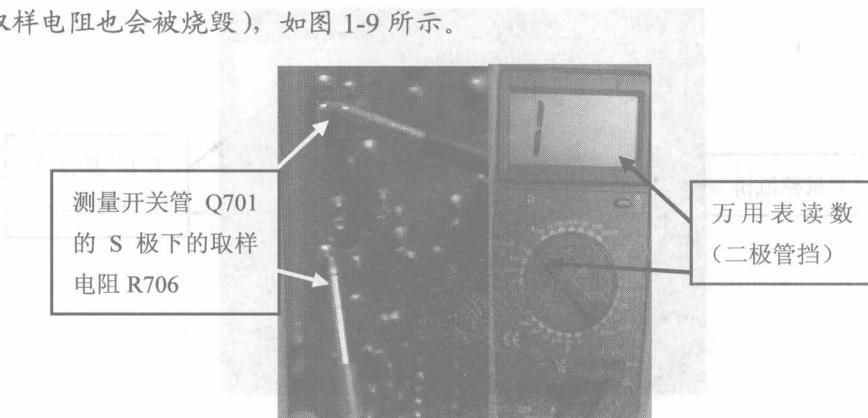

图 1-9
④用万用表的二极管挡检查开关管 Q701 的 S 极下的取样电阻 R706 的电阻值，测得它的数值为无穷大，说明取样电阻已经烧毁（根据以往的维修经验，通常显示器开关管击穿时，其 S 极的取样电阻也会被烧毁），如图 1-9 所示。